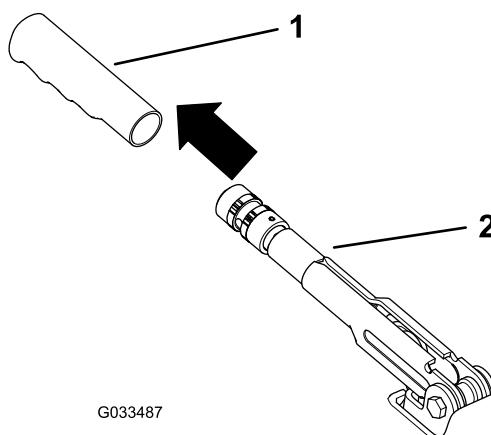

Figure 59
1. Enlevez la poignée en caoutchouc du levier de frein de stationnement (Figure 59).
- 5. Placez la poignée en caoutchouc sur le levier du frein de stationnement (Figure 59).